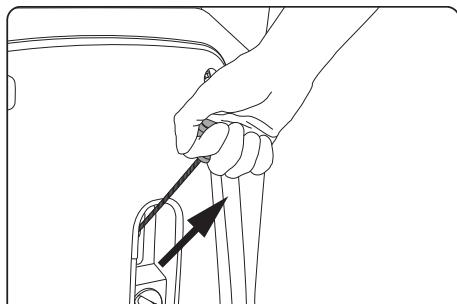

рис. 25
Медленно потяните ручку стартера (21) (рис. 25) до тех пор, пока не почувствуете сопротивления. Это «точка сжатия». Верните ручку в начальное положение и затем резко потяните. Не вытягивайте шнур на полную длину. Когда двигатель заведется, дайте ручке стартера вернуться в начальное положение, плавно, не отбрасывая рукоятку, опустите руку, позволив шнур вновь вернуться в барабан.